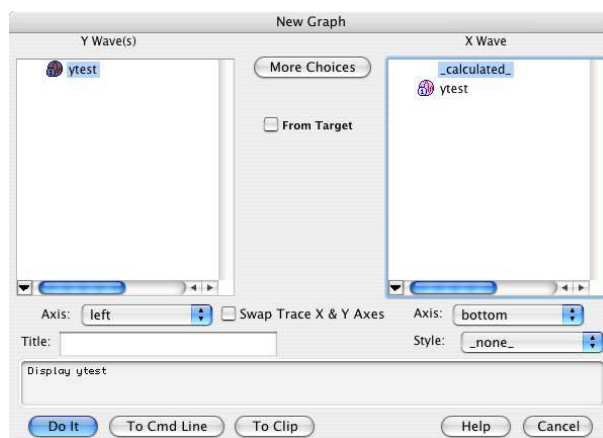

Fig. 3 : Panneau "New Graph"
4. Sélectionner *Windows* \triangleright *New Graph* et valider en prenant soin de choisir calculated dans la colonne *X Wave*, comme sur le panneau de la figure 3.